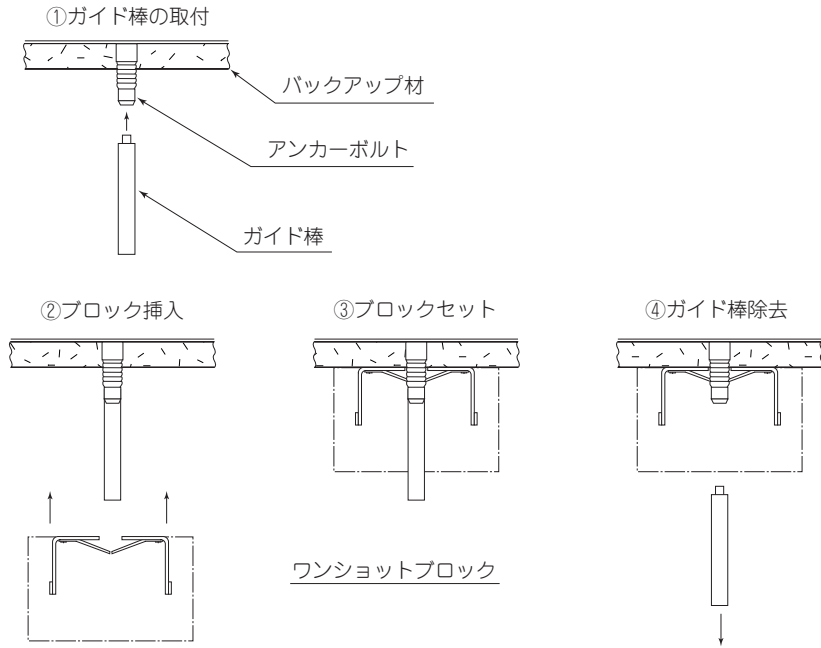

図4 ワンタッチブロックの取付手順
- (5) ブロック取付後、ガイド棒をはずし、各ブロックのバンドを切断し、バンドと側板を除去する。(図4④)
- (6) 仕上げは、木ゴテを用いて表面を押さえブロックを復元させ平滑に仕上げる。